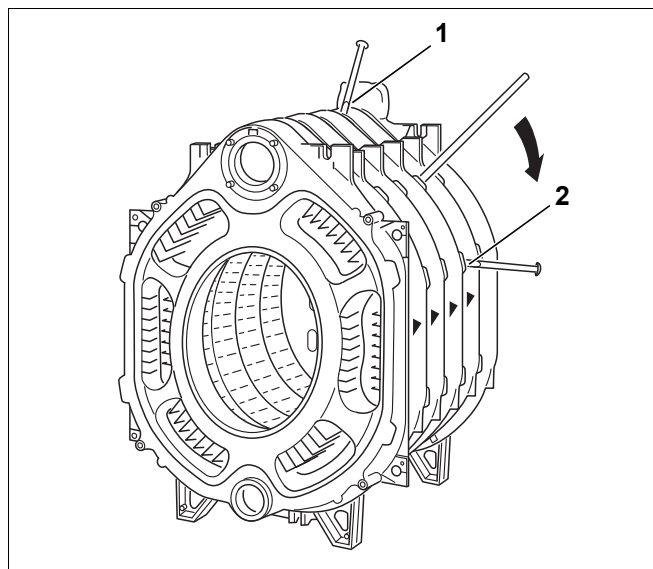

Рис. 22 Разъединение котлового блока
- Вставьте (забейте) клинья или зубило в предусмотренных для этого местах (рис. 22, [1] и [2]), вверху и внизу между секциями и разъедините котёл в месте утечки.